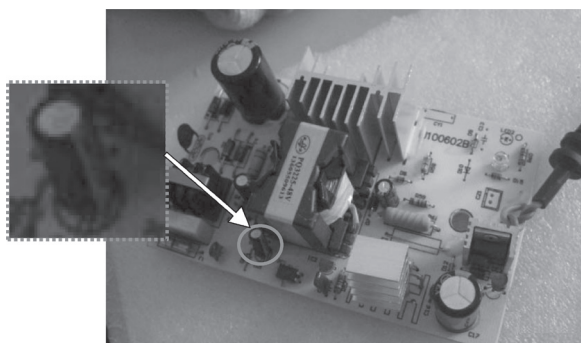

图 4-47 检测滤波电容 C8
6) 然后测得输出级滤波电容 C8（如图 4-47 所示）两端电阻为零，拆下共阴极整流管 VD7 检查，发现有一臂击穿短路。